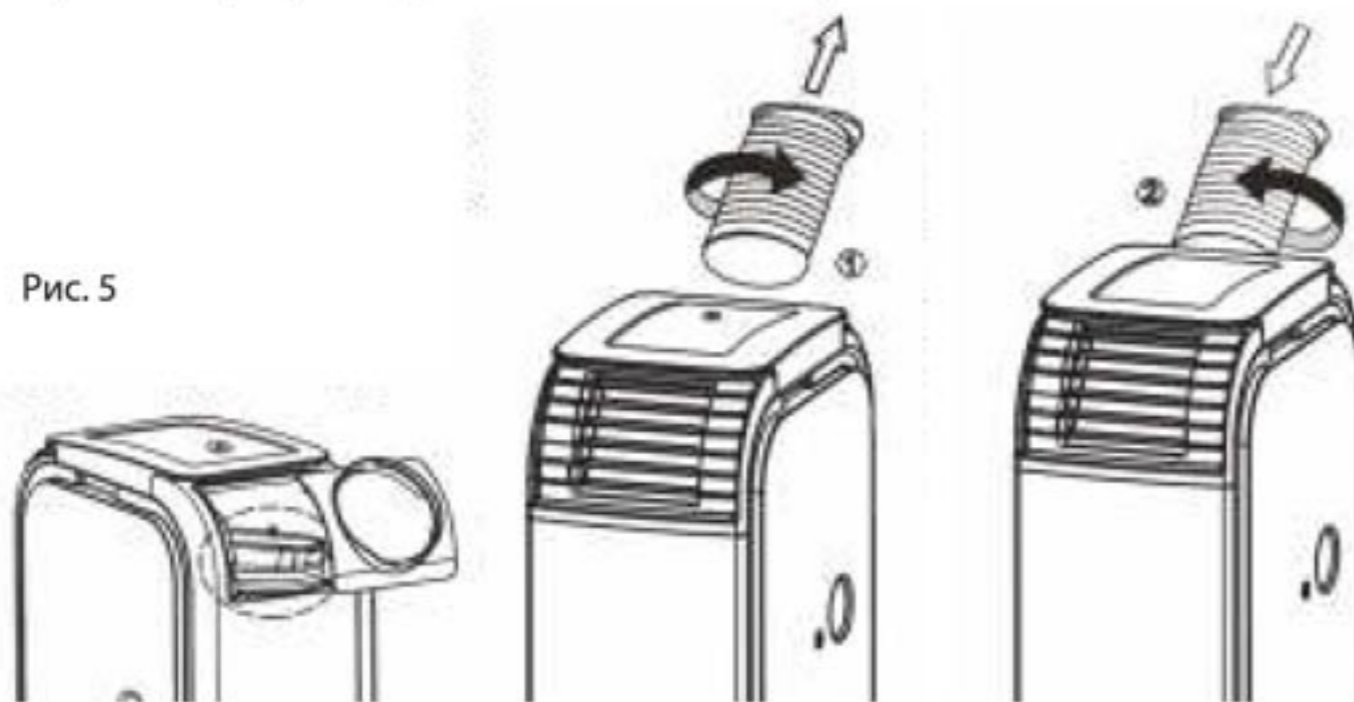

Рис. 5
**Установка шланга для выброса воздуха (рис. 5)**